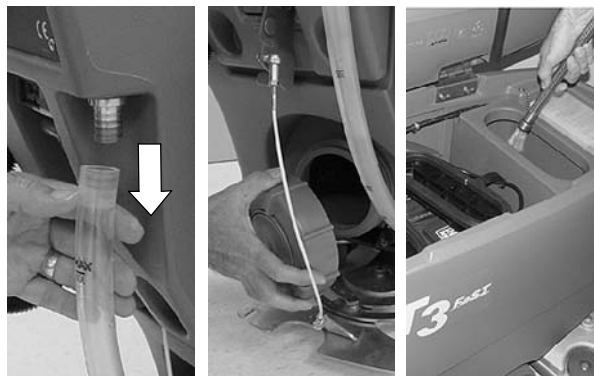

FIG. 44
4. Videz le réservoir de solution et rincez l'intérieur avec de l'eau (60° C maximum), le cas échéant (Figure 44).